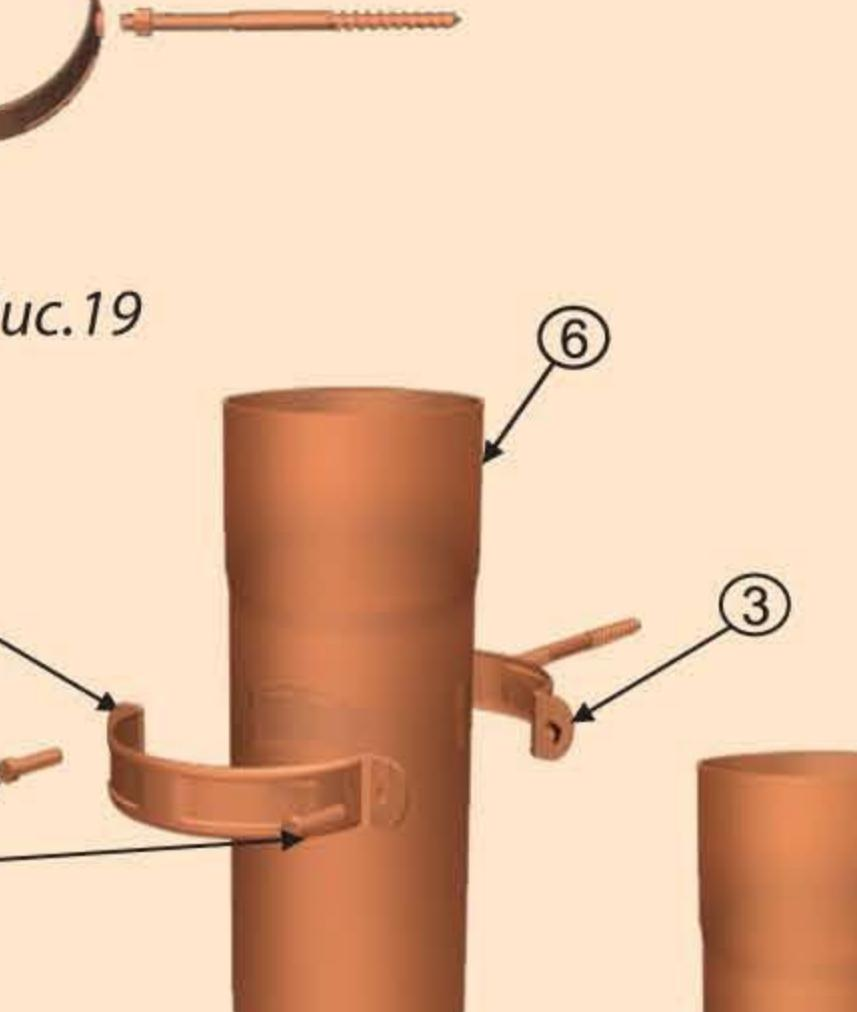

Рис.17
Колена универсальные ①②③ устанавливаются как показано на рис.17.